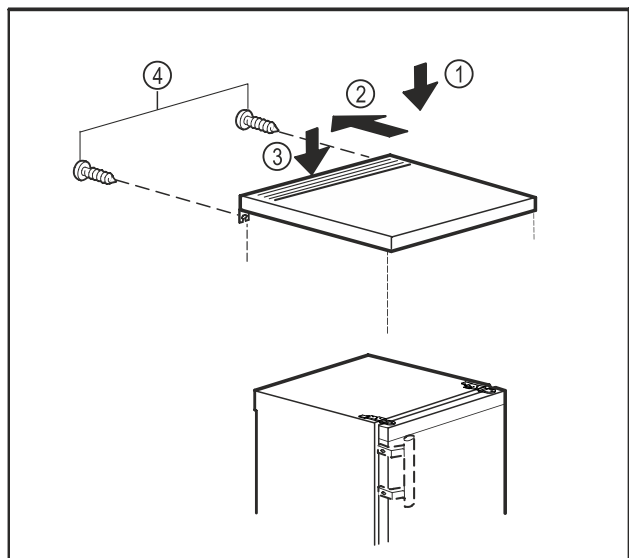

Fig. 11
- ▶ Legg bordplaten på apparatet. Fig. 11 (1)
- ▶ Skyv bordplaten bakover. Fig. 11 (2)
- ▶ Trykk ned bordplaten bak. Fig. 11 (3)
- ▶ Skru fast skruene på baksiden. Fig. 11 (4)